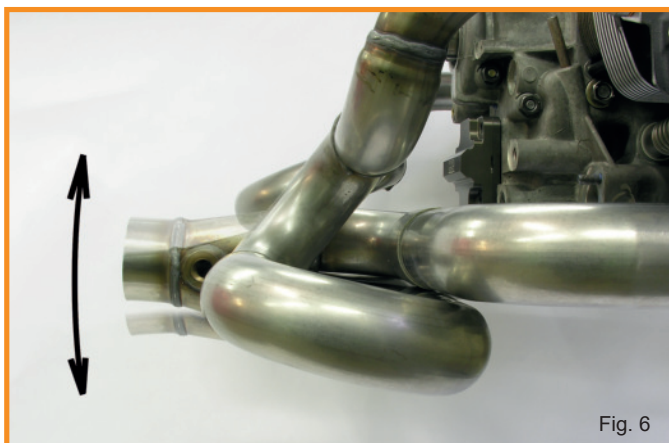

Fig. 6
- Check vertical alignment of the collector and megaphone (Fig. 6)
- Richten Sie jetzt den Kollektor unter zu Hilfenahme des Megaphons im Winkel zur Längsachse des Fahrzeuges aus (Fig.6).